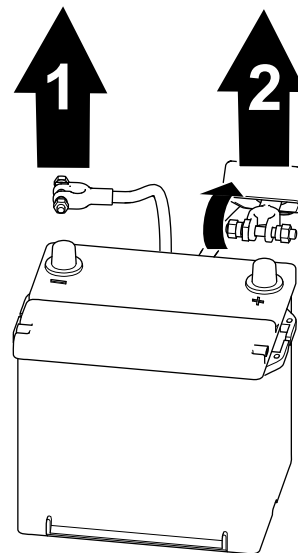

図 59
1. バッテリー端子から、マイナスケーブルを外す 図 59。
2. バッテリーのプラスケーブルについている絶縁カバーを外して、プラスケーブルをバッテリーから外す 図 59。